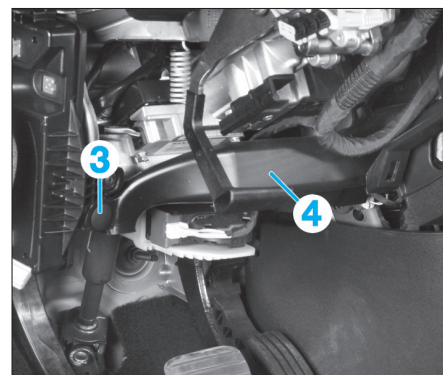

FIG. 4
- l'agrafe (3) du conduit d'air pied avant (Fig.4),
- le conduit d'air pied avant (4).